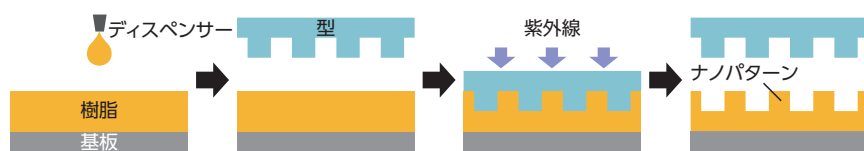

図1 ナノインプリント工程イメージ
ナノインプリントとは、①基板上に高屈折率樹脂を塗布し、②ナノスケールの凹凸パターンを形成した型を樹脂に押し当て、③紫外線や熱により樹脂を硬化し、樹脂に凹凸パターンを転写する技術を用いる（図1）。ナノインプリントは、従来のフォトリソグラフィなどの微細加工技術と比較し、簡便かつ低コストで樹脂を加工することができるため、次世代